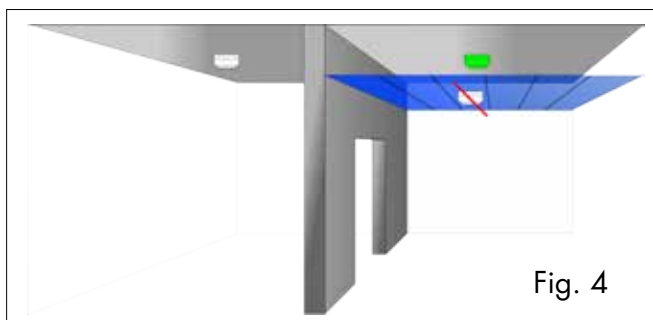

Fig. 4
- ¿El falso techo es permeable al humo (fig. 4)?